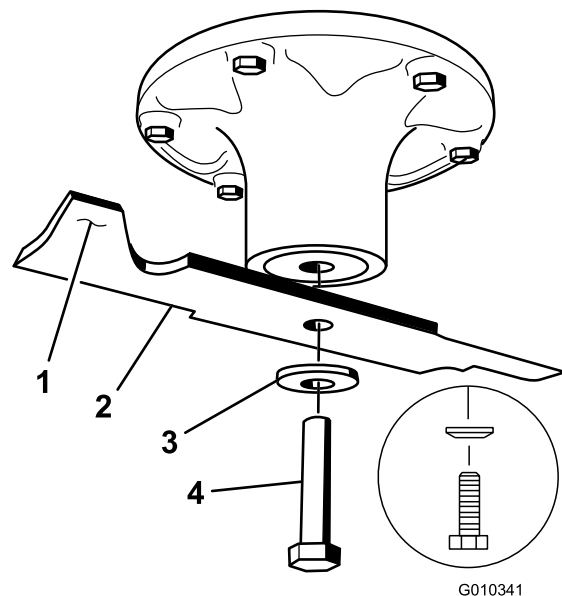

Figura 66
Sujete el extremo de la cuchilla usando un trapo o un guante grueso. Retire del eje el perno de la cuchilla, la arandela curva y la cuchilla (Figura 66).
2. Verifique el equilibrio de la cuchilla colocándola sobre un equilibrador de cuchillas (Figura 68). Si la cuchilla se mantiene horizontal, está equilibrada y puede utilizarse. Si la cuchilla no está equilibrada, rebaje algo del metal en la parte de la vela solamente (Figura 66). Repita este procedimiento hasta que la cuchilla esté equilibrada.
1. Instale la cuchilla en el eje (Figura 66).
2. Instale la arandela de muelle y el perno de la cuchilla. El cono de la arandela de muelle debe estar orientado hacia la cabeza del perno (Figura 66). Apriete el perno de la cuchilla a 135-150 Nm.